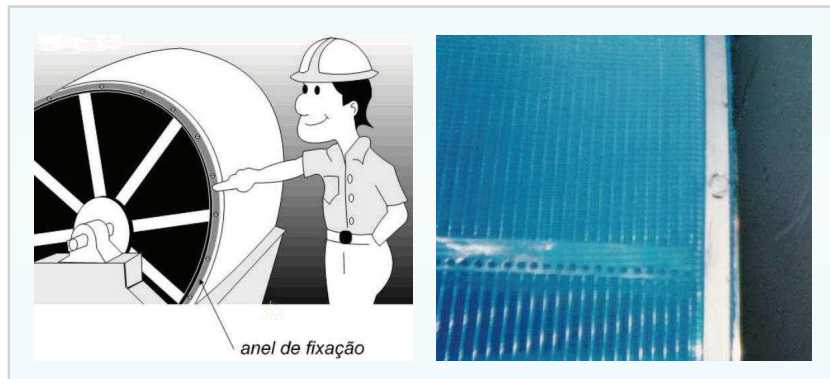

Figura 4: Fixação por anéis.
- **Anéis:** são parafusados sobre a tela nas bordas do filtro. Em alguns equipamentos, os anéis podem ser parafusados na superfície próxima da borda em canaletas específicas, conforme mostra a figura 4;